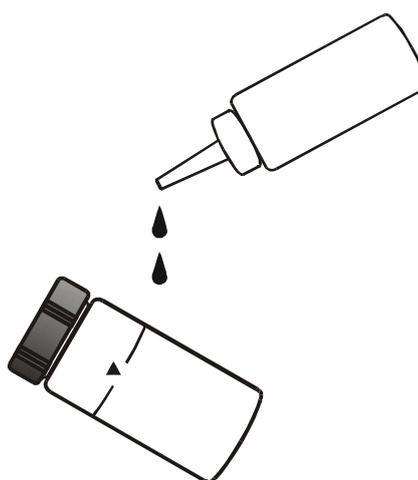

Figura 8 – Applicare uno strato sottile di olio di silicone
7. Applicare un sottile strato di olio di silicone (fornito unitamente allo strumento) sulla vial (vedi Figura 8). Con un panno distribuire uniformemente il prodotto sull'intera superficie della vial.